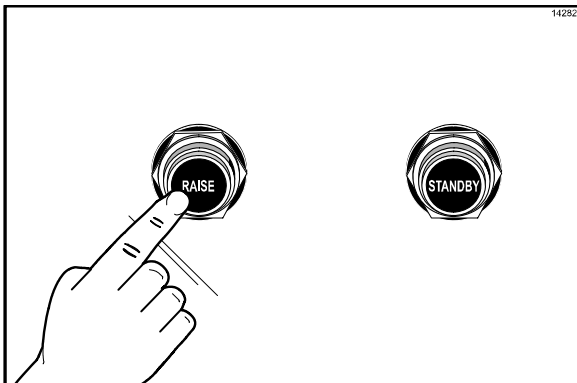

Abbildung 38
1. Durch Drücken des Knopfes RAISE die obere Grillplatte öffnen. (Siehe Abbildung 38.)